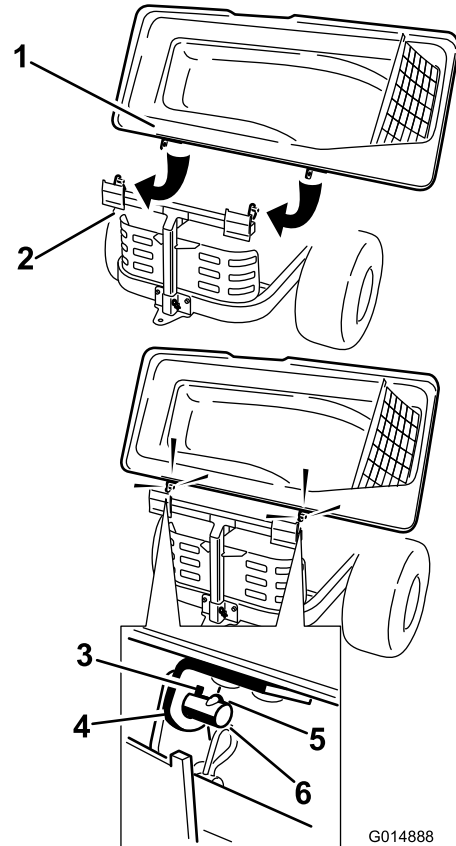

Figura 17
2. Gire la tapa del ensacador para alinear los orificios de los soportes de la tapa del ensacador con las clavijas de los bulones del bastidor del ensacador (Figura 17).